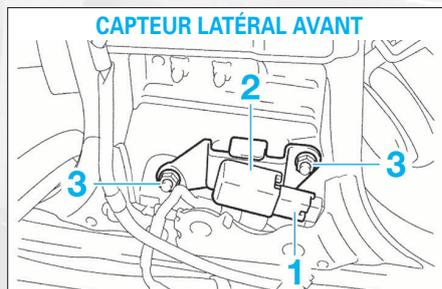
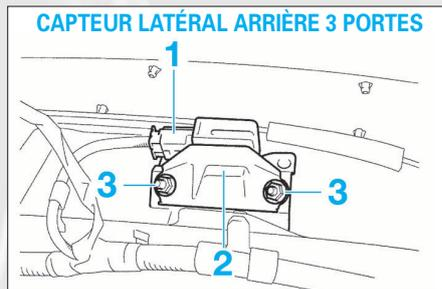

FIG. 11
FIG. 12
Véhicules 3 portes, déposer la garniture latérale de coffre (voir opération précédemment décrite au paragraphe "Dépose-repose d'un prétensionneur") (**fig. 11**) ou (**fig. 12**)
- capteur avant, déposer la garniture inférieure du montant de pied de milieu (voir opération précédemment décrite au paragraphe "Dépose-repose d'un prétensionneur") (**fig. 11**).